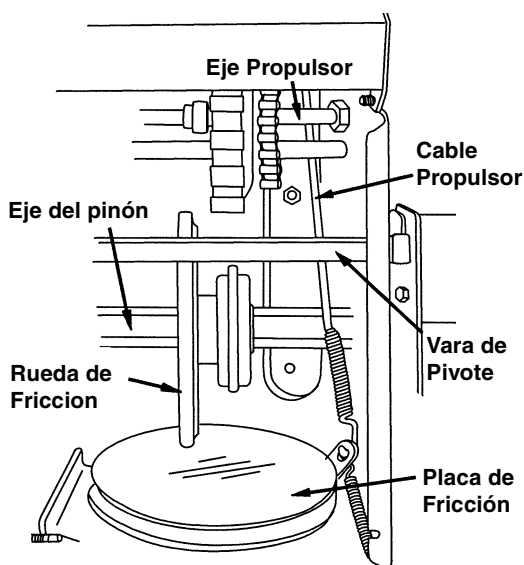

Figura 21
- Con el control del propulsor de tracción enganchado, asegúrese que la rueda de fricción toque la placa de fricción. Vea la Figura 21.